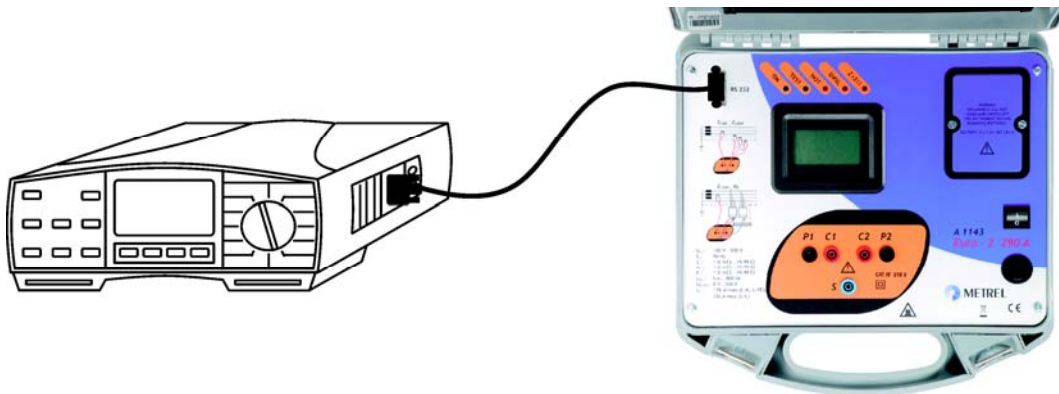

Bild 4.1: Anschluss des Testers Euro Z 290 A an das Eurotest-Instrument
- ❑ Verbinden Sie das Kommunikationsschnittstellenkabel RS 232 9-polig Buchse / RS 232 9-polig Stecker mit dem Eurotest 61557 und dem Euro Z 290 A. Siehe Bild 4.1.